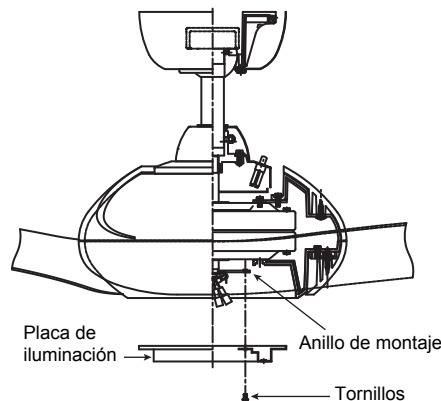

Fig. 19
**Paso 1.** Afloje los dos tornillos del anillo de montaje acoplados al eje del motor y "retire" y guarde el tercer tornillo. (Fig. 19)